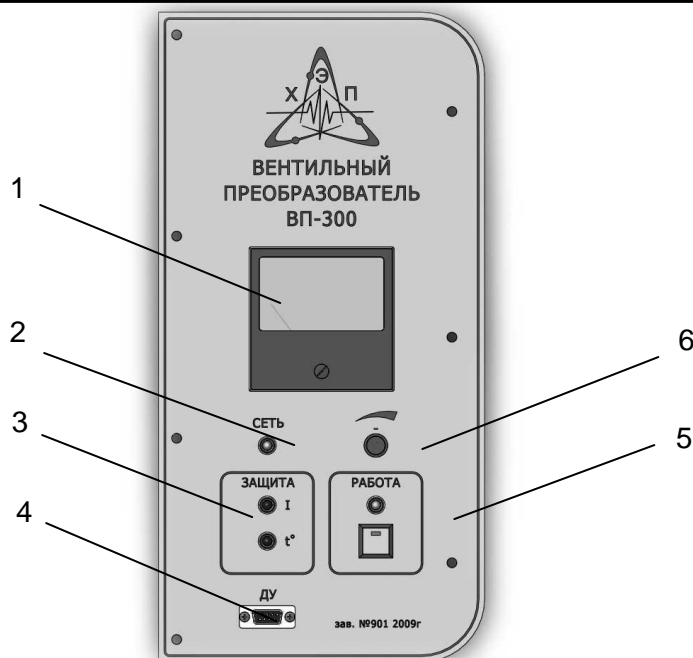

Рисунок 2. Панель управления.
1.5.9. После подачи питающих напряжений загорается индикатор «Сеть» на панели управления (Рисунок 2, поз. 2).
1.5.10. Настройка выходного тока производится вращением ручки регулятора тока (Рисунок 2, поз. 6).
1.5.11. При нажатии на кнопку «Работа» загорается индикатор «Работа» (Рисунок 2, поз. 5), открываются силовые тиристоры на угол, соответствующий положению ручки регулятора тока. Значение выходного тока отображается на стрелочном индикаторе (Рисунок 2, поз. 1).
1.5.12. При превышении значения выходного тока 320 А силовые тиристоры закрываются, загорается индикатор «Защита - I» на панели управления (Рисунок 2, поз. 3), индикатор
1.5.13. При разогреве блока силовых тиристоров более 85 °С тиристоры закрываются, загорается индикатор «Защита - t°C» на панели управления (Рисунок 2, поз. 3), индикатор «Сеть» мерцает. Повторное включение возможно только после понижения температуры блока тиристоров до 60 °С.
1.5.14. Для удобства эксплуатации предусмотрена возможность управления включением выходного тока с помощью пульта дистанционного управления. Внешний вид пульта показан на Рисунке 3. Пульт подключается к разъёму «ДУ» панели управления (Рисунок 2, поз. 4).